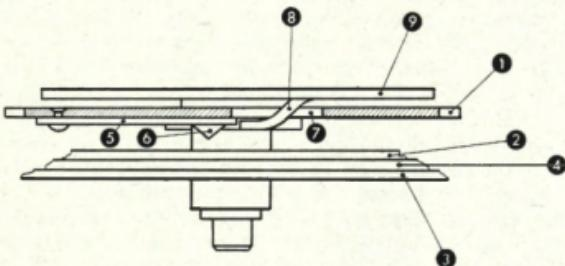

Fig. 38
La figure 38 représente le dispositif après arrêt de la sonnerie. La roue des heures (9) continuant de tourner, le bossage (8) a échappé à l'extrémité de la lame (5). Le plot (6) a repris sa place initiale et ne touche plus à la plaquette (2). Le courant ne passe plus dans la sonnette. Le dépassement de la lame (5) dans l'encoche (7) est tel que la durée totale de la sonnerie oscille entre 4 et 5 minutes. Cette précaution a pour but de limiter la consommation de courant au cas où l'usager laisserait fonctionner la sonnerie sans utiliser le bouton d'interruption.
Lorsque la sonnerie se déclenche, le courant passe dans la bobine et l'armature (13) est attirée par la masse (12). Le marteau frappe sur la clochette mais les plots (16 et 17) s'écartent et le courant est coupé. Sous l'action du ressort (18) l'armature reprend sa place initiale, le courant se rétablit et l'armature est de nouveau attirée. Il s'ensuit un mouvement de vibration qui ne s'interrompt que lorsque l'usager appuie sur le bouton d'arrêt ou que la came de déclenchement coupe le courant (figure 38). Le bouton d'arrêt de sonnerie agit sur la lame ressort (19) qui amène le courant de la plaque porte-mouvement à la sonnette. Lorsqu'on appuie sur le bouton, la lame s'écarte de la plaque et le courant est coupé dans la sonnette. Si on relève le bouton en appuyant sur la partie arrière, le circuit se rétablit et la sonnette est prête à fonctionner dès que le déclenchement se produit.